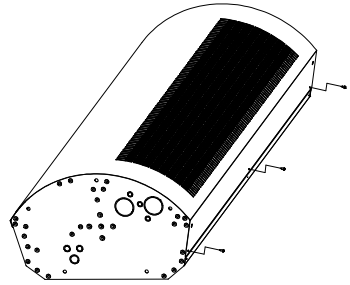

Рис. 14
6. После того, как сопла сняты с завесы, необходимо приступить к снятию декоративной панели. Для этого, с декоративной панели выкручиваем саморезы (см.рисунок 14) 3-5 шт. в зависимости от модели завесы.